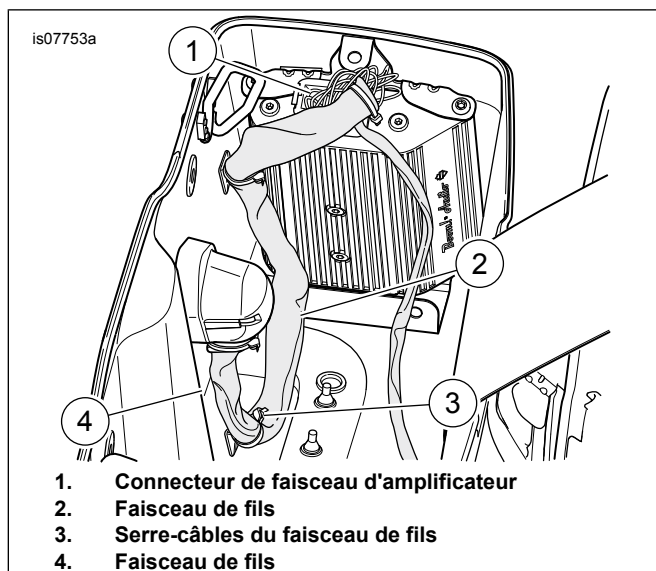

Figure 9. Acheminement du faisceau intérieur
15. Voir Figure 9. Brancher le connecteur [149] du faisceau de sacoche au sommet de l'amplificateur. Acheminer le faisceau côté sacoche à l'intérieur de la sacoche gauche. Nettoyer les surfaces intérieures inférieure et latérale de la sacoche tout au long du chemin du faisceau avec un mélange de 50 % d'alcool isopropylique et 50 % d'eau distillée. Fixer avec des serre-câbles et bases comme illustré.